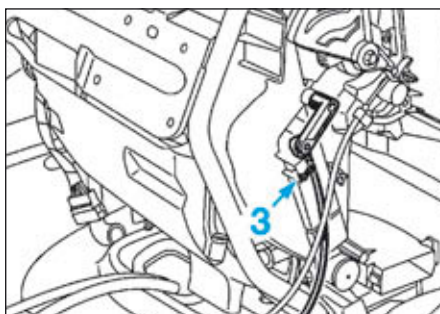

FIG.59
- Déposer l'agrafe (3) (Fig.59).